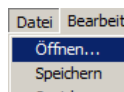

Abb. 1: STE-Dateien öffnen
5. **Antriebsparameterdatei (*.ste) des ursprünglichen Antriebs** in COM-SIPOS **öffnen**, siehe Abb. 1 und 2.